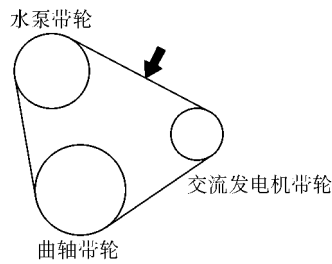

图 7-4 检查传动带挠度
2) 在图 7-4 所示的传动带位置，对其加压 98N 的力检查带挠度。